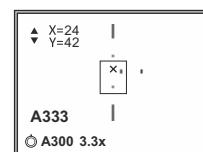

Fig.5
- Rotando el regulador, desplace la cruz auxiliar con respecto a la retícula hasta que la cruz auxiliar no coincida con el punto de impacto (Fig. 5).
- **¡Atención!** La cruz auxiliar puede desplazarse solamente dentro de los límites del cuadro limitador (Fig.5), lo que determina la banda de comprobaciones: 80 clics por la horizontal (+40/-40) 100 clics por la vertical (+50/-50).
La indicación de la distancia utilizada se representa en la pantalla en el renglón del estatus (por ejemplo  A300, : el perfil del arma A; la distancia de tiro de reglaje de 300 m) (Fig.5).